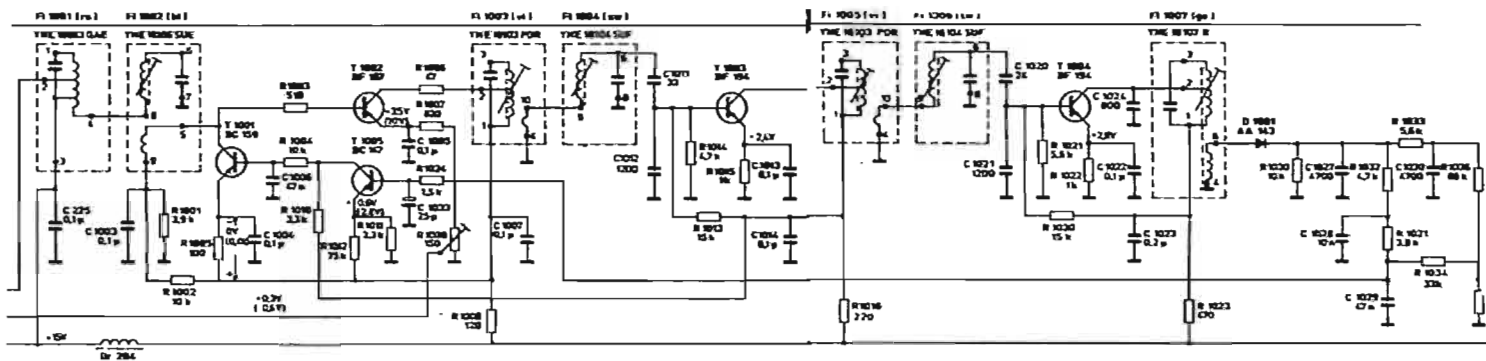

Fig. 3
C. L'amplificateur FI/AM (Fig. 3)
L'amplificateur FI/FM, accordé sur 10,7 MHz, emploie 5 circuits intégrés du type SFC6011 et SFC6012. Nous ne donnons ici (Fig. 3) qu'une partie de l'amplificateur, c'est-à-dire les 2 derniers étages et la démodulation FM. L'avantage certain de l'emploi de circuits intégrés en tant qu'éléments actifs est en premier lieu l'énorme gain qu'ils apportent. De plus la limitation se fait de façon beaucoup plus nette, sans déformation de la courbe de réponse, laquelle a en stéréo-